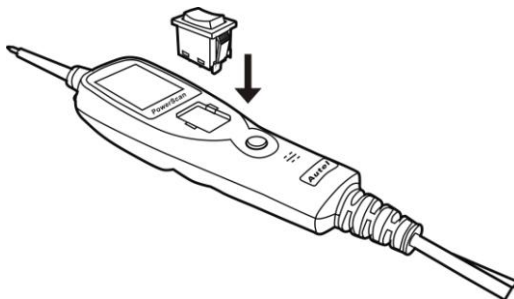

Figura 16
- Asegúrese de colocar el interruptor recto y presione hasta dejarlo al mismo nivel que la carcasa (Figura 16).